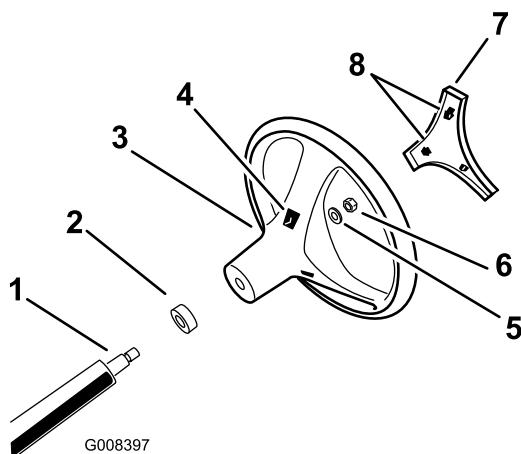

Рисунок 3
- Через отверстия в задней части рулевого колеса освободите фиксирующие выступы, которые удерживают центральную крышку, и снимите крышку рулевого колеса (Рисунок 3).
- Снимите контргайку и шайбу с рулевого вала (Рисунок 3).
- Выровняйте рулевое колесо на шлицах рулевого вала (Рисунок 3).
- Наверните контргайку с шайбой на рулевой вал (Рисунок 3).
на крышку в сторону рулевого колеса, чтобы защелкнуть крышку на месте (Рисунок 3).